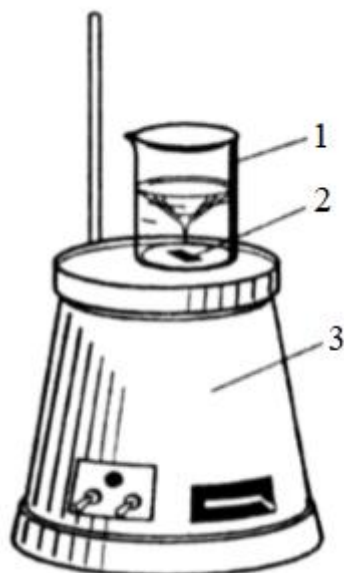

Рис. 33 – Мешалка магнитная:
*Мешалки магнитные* (рис. 33) служат для перемешивания небольших объёмов подвижных жидкостей, помещённых в плоскодонные сосуды (колбы, стаканы). На дно сосуда опускается небольшой стальной стержень в стеклянной или полиэтиленовой «рубашке», который приводится в движение при помощи вращающегося магнита. Этот магнит размещен в корпусе, выполненном в виде столика для установки сосуда с жидкостью. Некоторые магнитные мешалки оборудованы электрообогревом для перемешиваемой жидкости.